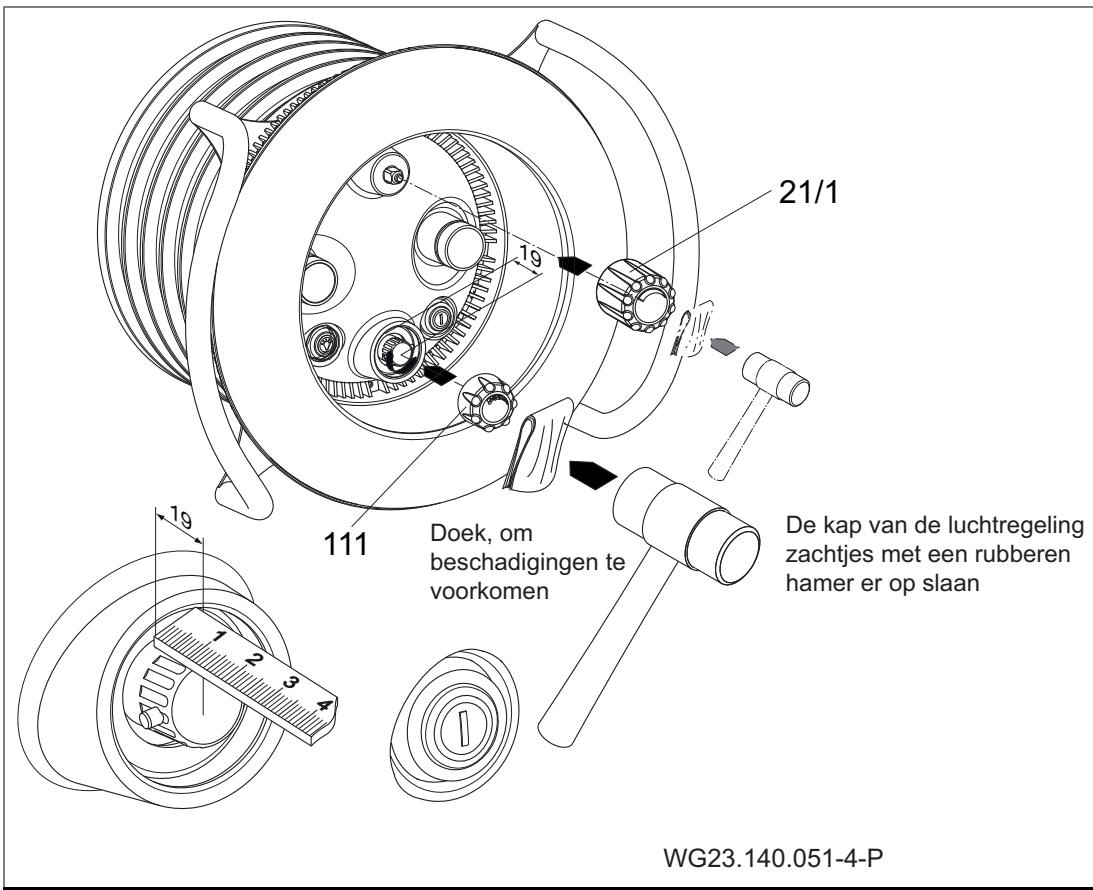

Afb. 17
8. Plaats de aanzuigafscherming (93) op de spanring (28) en bevestig deze met vier onderlegringen (94) en vier zelftappers (95). (Afb. 17)
9. Lijn de roestvrijstalen afscherming (93.1) met de uitstekende centreernoppen uit op de uitsparingen van de aanzuigafscherming (93) en met de hand aan elkaar
- drukken. Let op de markering "OBEN" (BOVEN) op de roestvrijstalen afscherming. Buig de twee buiglippen aan de zijkant met een schroevendraaier om naar achteren om de afscherming vast te zetten. (Afb. 17)